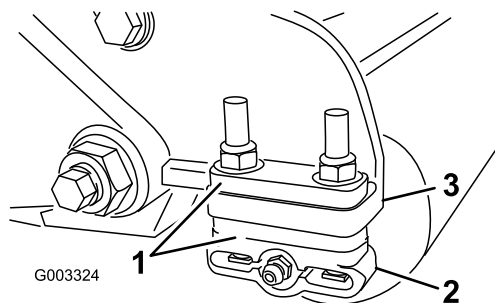

図 12
1. 図 12に従って、サイドプレート取り付けフランジ (図 12) の下に必要な枚数のスペーサーを入れて、後部ローラーブラケット 刈り高さと下刃の選択表 (ページ 12)を希望の刈高範囲に調整する。